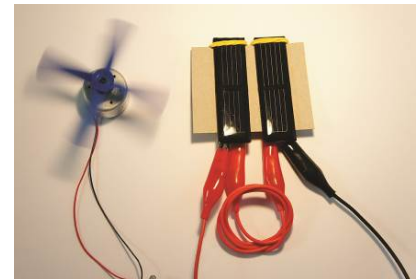

Abb. 11: Betrieb des Motors in serieller Schaltung.
- Schalte nun die Solarzellen in Reihe („seriell“, siehe Abb. 11) und vergleiche nochmals die Drehgeschwindigkeit.